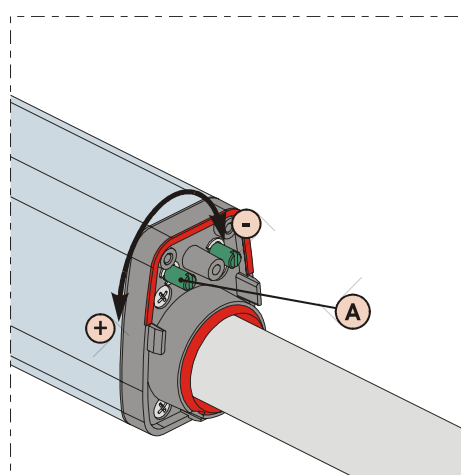

Fig. 20
- 3) Pour régler le fin de course d'ouverture **FCA** agir sur la vis de réglage, Fig.20 réf.A, en la tournant en sens inverse horaire pour augmenter la course de la tige et, vice versa, en sens horaire pour la réduire.